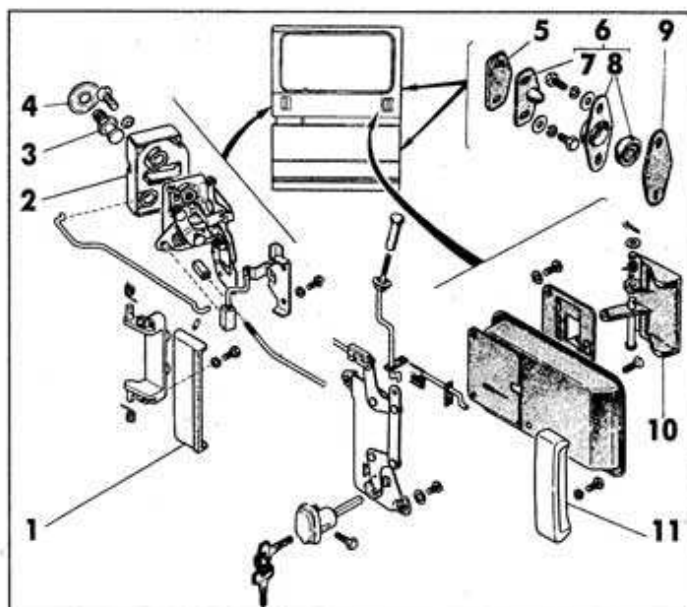

Рис. 8.11. Механизмы фиксации и запираения двери:
Замок, привод замка и механизмы фиксации боковой* двери показаны на рис.8.11.
Фиксация и запираение двери в проеме боковины (рис.8.11) обеспечивается:
- установить равномерно (разница не более 1 шт.) прокладки 5 и 9 (см. рис.8.11) под шип и корпус фиксатора.
при неплотной посадке шипа 7 (см. рис.8.11) в гнездо и корпус 8 фиксатора (для боковой двери автофургонов и автобусов).